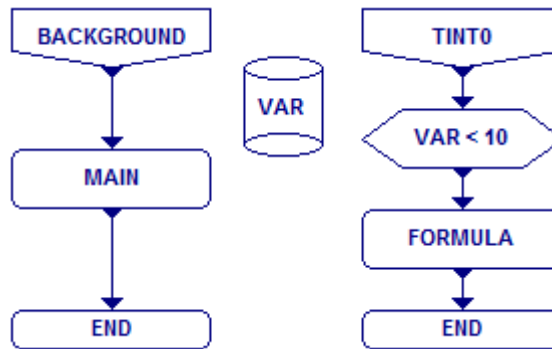

Рис. 102
7. Соедините и переименуйте элементы схемы в соответствии с рис. 102: